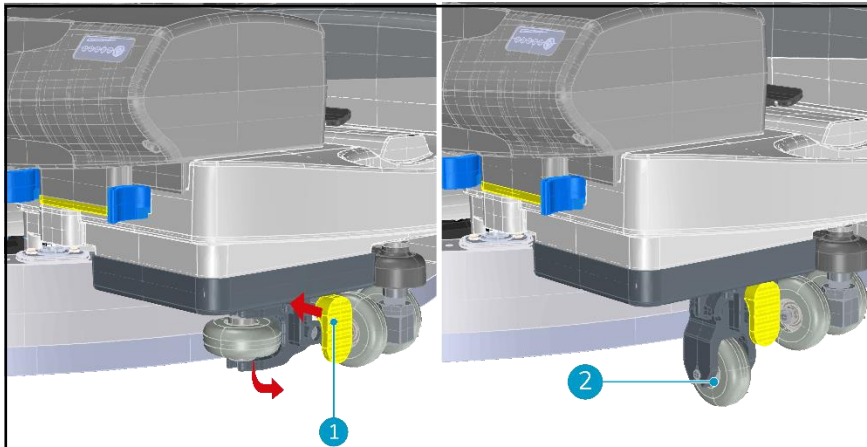

Figura 25
2. Empuje la palanca (Figura 25, pos. 1) siguiendo la flecha .
3. Tire del kit de elevación hacia abajo. La rueda bajará (Figura 25, pos. 2).